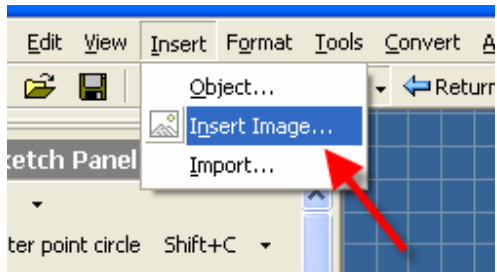

**Figura 7**
Passo 7: Selecione o lado e o offset do work plane com 5mm ou mais como mostrado na figura 7.